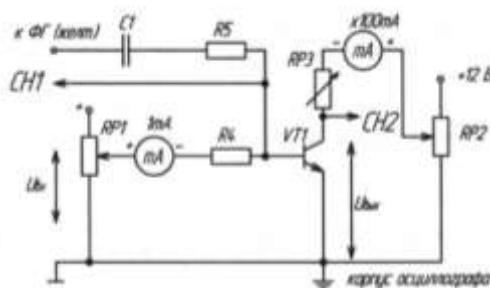

Рисунок 20
1. Собрать схему (рис. 20) для исследования усилительного каскада. Подключить канал CH1 осциллографа к входу усилителя, а канал CH2 к выходу усилителя. Включить временную развертку осциллографа. Включить функциональный генератор и установить синусоидальный сигнал частотой 50 Гц. Уменьшить сигнал до нуля регулятором амплитуды. Переключить входы CH1 на положение «вход замкнут». При токе  $I_b=0$  установить с помощью потенциометра RP2 заданное значение  $E_k$  и далее не изменять его при всех экспериментах.